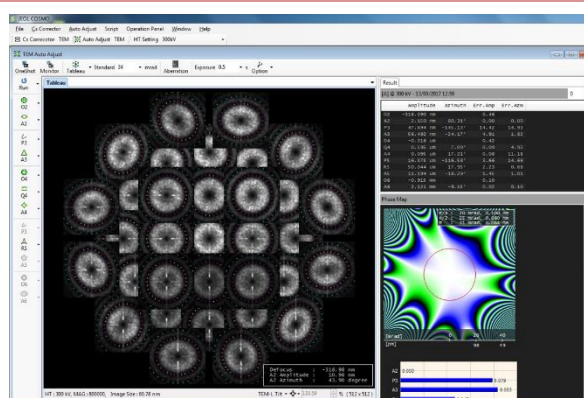

Figura 14
-En segundo lugar, se selecciona una zona amorfa extensa y se ajusta en foco a, aproximadamente, -200 nm y los aumentos entre 800K y 1M para llevar a cabo el ajuste del corrector, de acuerdo con el procedimiento recogido en el manual de JEOL. Se realizan los ciclos de autocorrección (ver ejemplo en figura 14) que sean necesarios hasta alcanzar los valores óptimos de aberraciones, que son los siguientes: